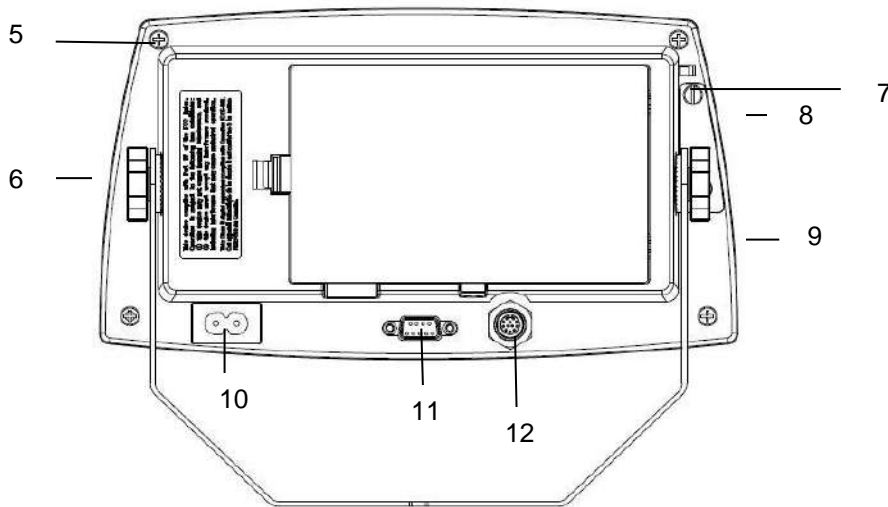

Figura 1-1 Indicador TD52P
Las bases Ohaus con conector pueden conectarse a un conector exterior de celda de carga (Figura 1-1, parte 12). Para realizar la conexión, enchufe el conector de la base en el conector externo de la celda de carga. A continuación, gire el anillo de bloqueo del conector de base en el sentido de las agujas del reloj. Consulte la sección 2.3.2 acerca de bases sin un conector.
Conecte el cable RS232 opcional al conector RS232 (Figura 1-1, parte 11).
Conecte el cable de alimentación de CA (incluido) a la toma de corriente (Figura 1-1, punto 10) y, a continuación, conecte el enchufe de CA a una toma de corriente eléctrica.
3. Retire el conector metálico de la terminal (Figura 1-1, punto 12) de la carcasa posterior (círculo verde)